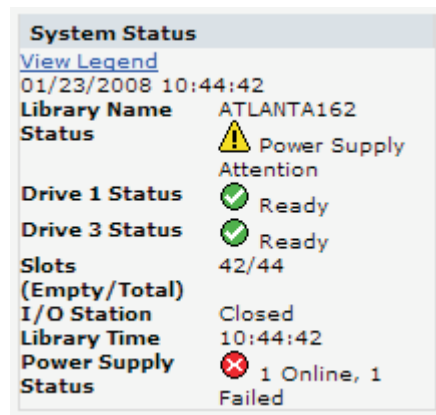

図 13. 電源機構障害を示す 4U ライブラリーの「System Status (システム状況)」画面
- 「Power Supply Status (電源機構状況)」は、予備電源が 4U ライブラリーで使用されており、しかも、ライブラリーが 2008 年 3 月 14 日以降に製造されたものである場合にのみ、表示されます。予備電源機構で障害が発生した場合、「System Status (システム状況)」画面は、図 13 のように表示されます。